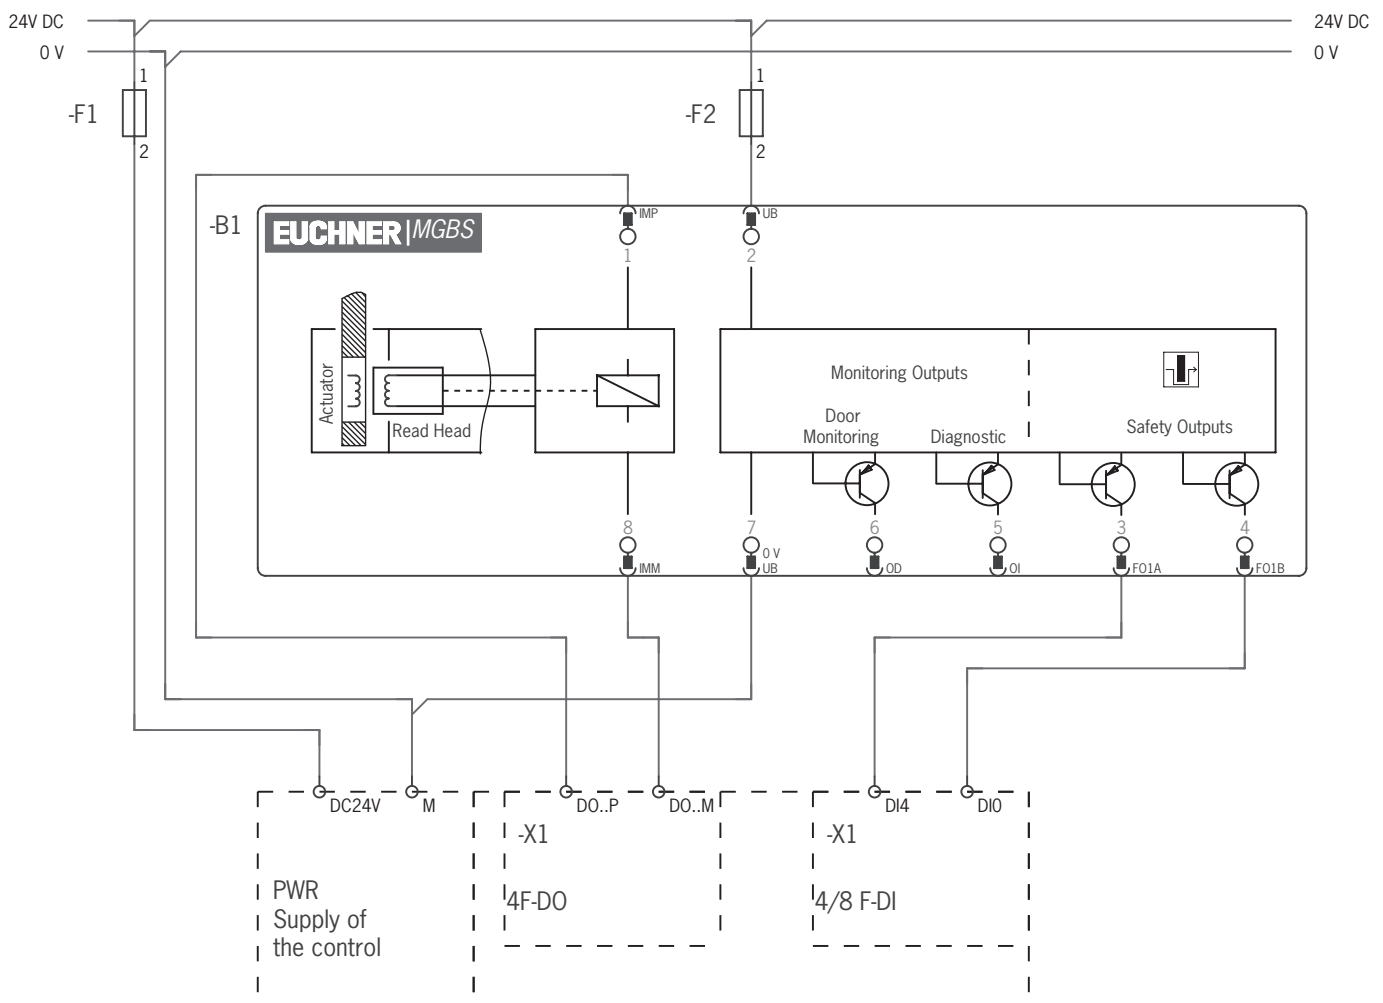

Fig. 5 : Exemple de raccordement à ET200
- En cas de commande sur deux voies de la tension de l'électroaimant par des sorties de sécurité d'une commande / d'un automate, il convient de respecter les points suivants (voir aussi *Fig. 5 à la page 29*) :